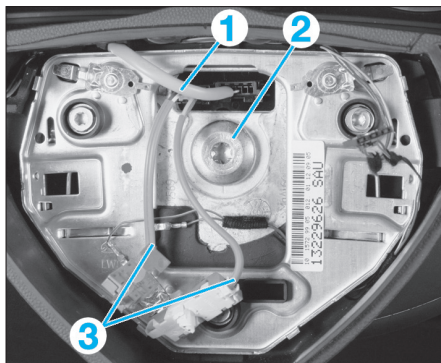

FIG. 3
- Débrancher et dégager le faisceau électrique d'avertisseur sonore et de commande au volant (1) (fig. 3).
- Déposer le volant en passant les faisceaux d'airbag (3).